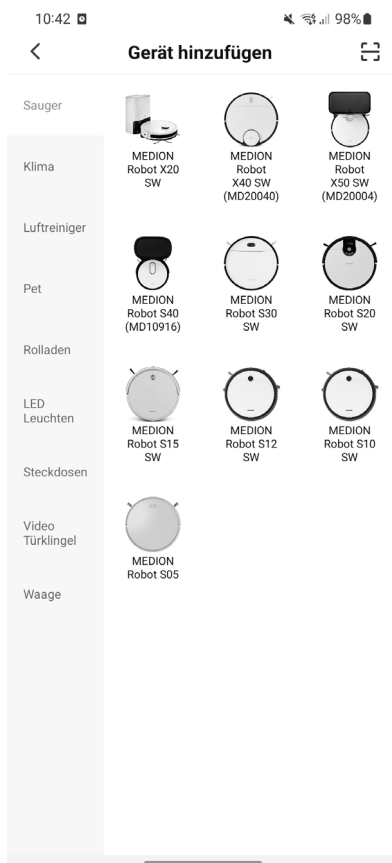

Fig. 2
- ▶ Sélectionnez le bon modèle X20 SW dans la liste récapitulative. (voir fig. 2).